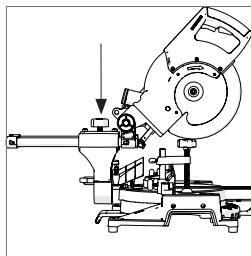

Fig. 24
- Serrare nuovamente a fondo la vite di bloccaggio della slitta. **(Fig. 24)**